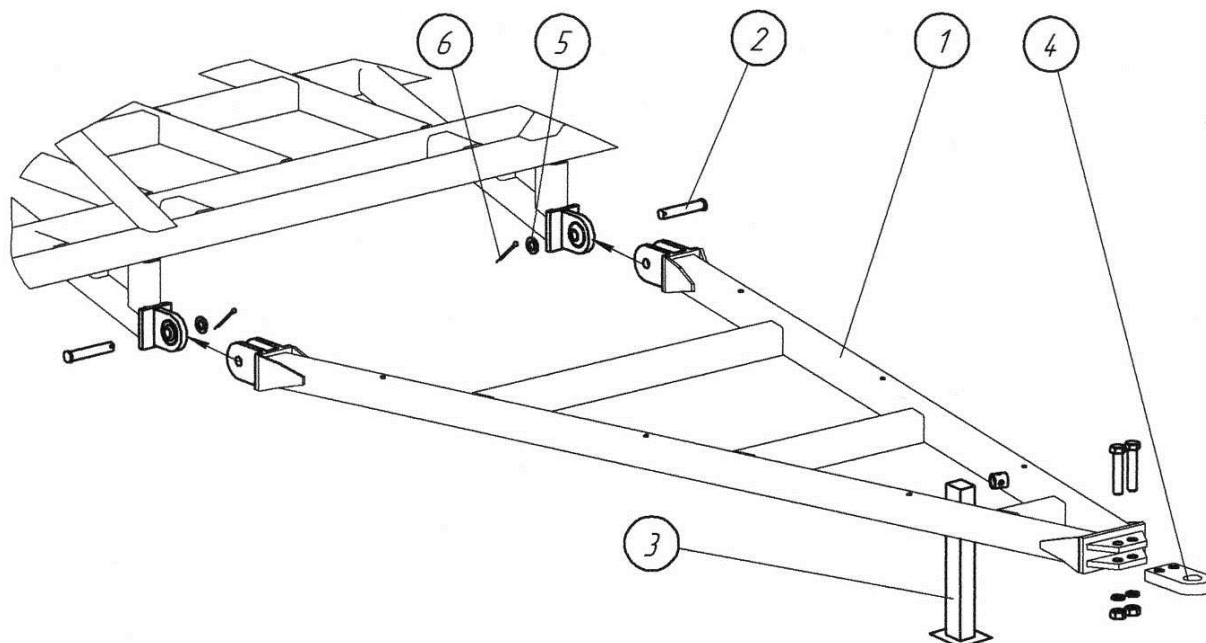

Рис. 4.6.1. Крепление передней сцепки к раме
4.6.1. Закрепите переднюю сцепку 1 на главной раме, установив пальцы 2 (32x130), шайбы 5 и шплинты 6 (6x50) (рис. 4.6.1). Установите опору откидную 3 на сцепку.